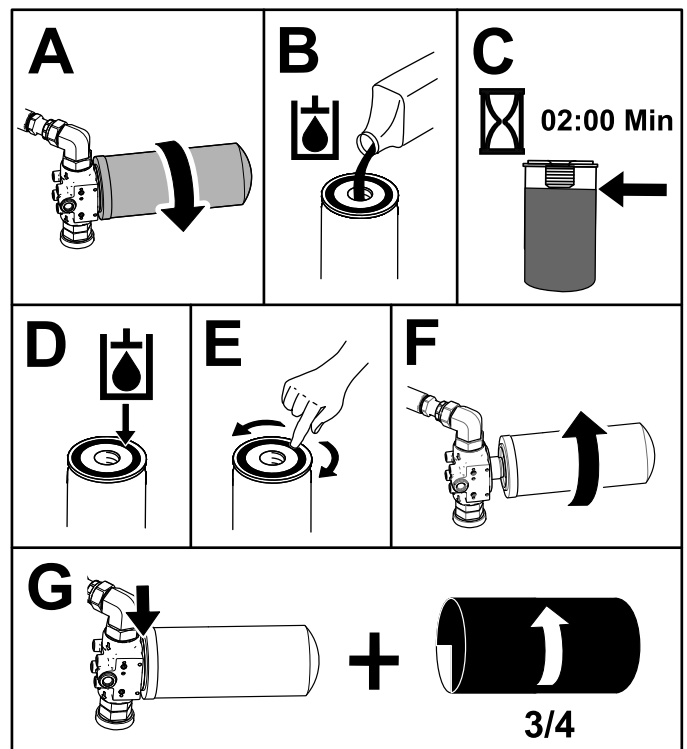

Figure 77
5. Placez un bac de vidange sous le filtre avant et remplacez le filtre (Figure 77).